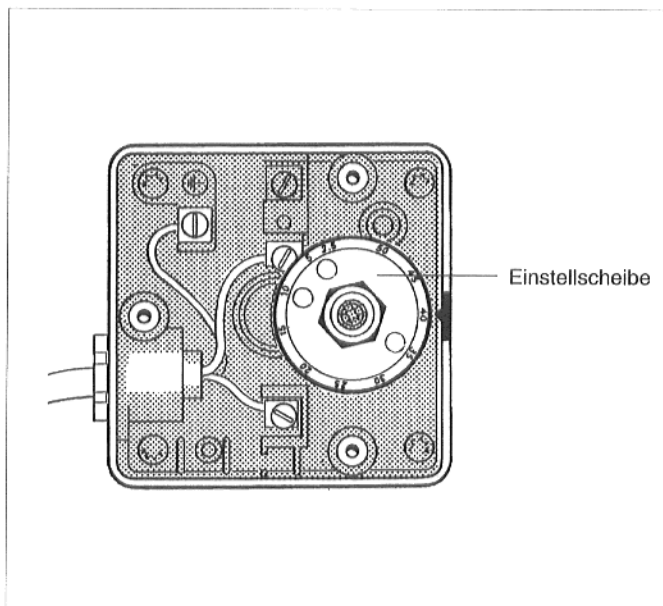

Abb. 5: Gasdruckwächter
6. Stellung der Einstellscheibe überprüfen (Abb. 5):